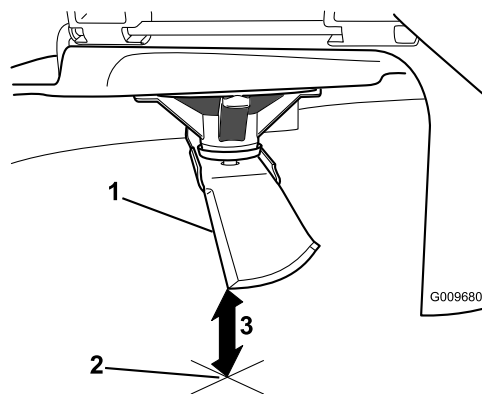

Figura 57
- Mida desde la punta de la cuchilla hasta la superficie plana (Figura 57).